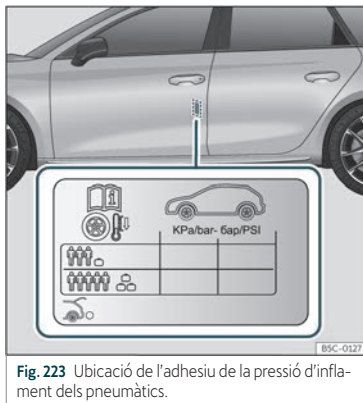

Fig. 223 Ubicació de l'adhesiu de la pressió d'inflament dels pneumàtics.
- Adapteu la pressió dels pneumàtics a la càrrega que porta el vehicle»» **fig. 223**.
Els valors de la pressió d'inflament s'indiquen a l'etiqueta adhesiva situada a la zona posterior del marc de la porta davantera esquerra »» **fig. 223**.
La pressió dels pneumàtics s'ha d'adaptar a la càrrega actual del vehicle. Si el vehicle anirà carregat al màxim, heu d'augmentar la pressió d'inflament al valor màxim de càrrega indicat a l'etiqueta adhesiva»» **fig. 223**.
bar de pressió segons s'indica a l'etiqueta de pressió dels pneumàtics»» **fig. 223**.
- El conductor és responsable que tots els pneumàtics del vehicle estiguin inflats a la pressió correcta. La pressió d'inflament recomanada s'indica en un adhesiu »» fig. 223.
- Amb els pneumàtics en fred, s'ha de mantenir sempre la pressió indicada a l'adhesiu »» fig. 223.